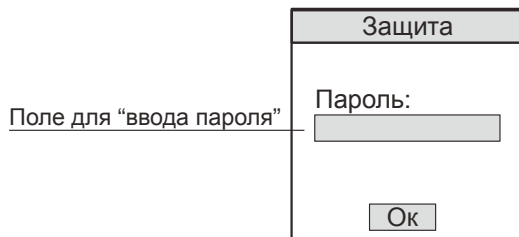

рис. 4
2.6.1.4 Появится окно ввода защитного кода для предотвращения от случайного изменения (рисунок 4).